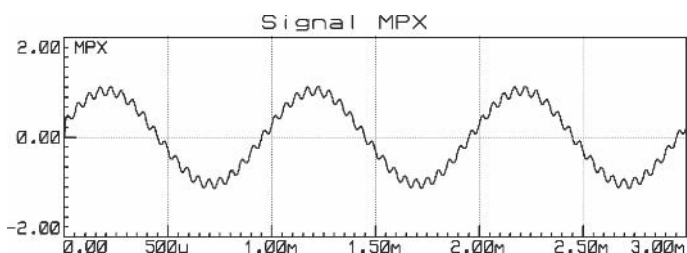

Figure 7.6
**Sepatoo** – Il nous suffit de les activer tous les deux pour le savoir. Voyons voir... en figure 7.6.
**Tentatoo** – Un peu comme ce que l'on observait en **figure 7.6** ?